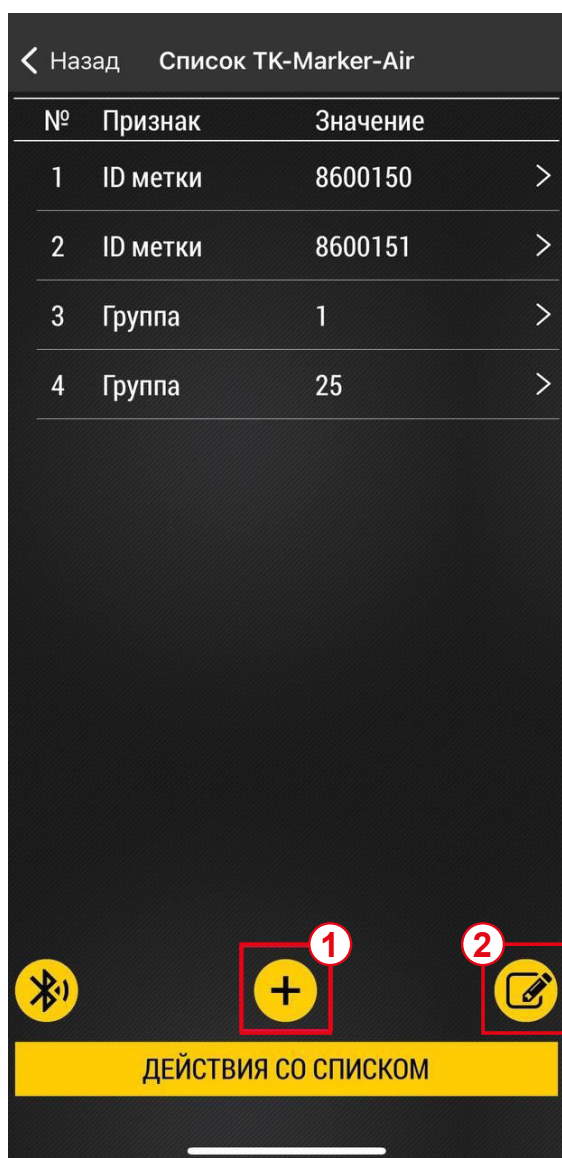
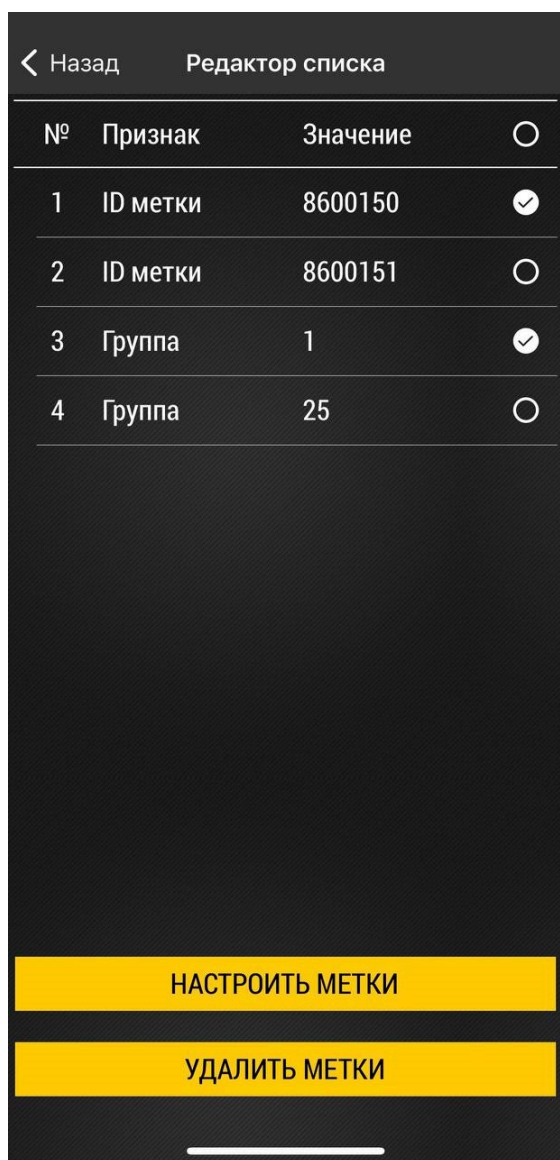

Рис.24. Список меток TK-Marker-Air.
Рис.26. Редактор списка.
- Если выбран вариант работы **«Из списка»**, необходимо будет создать список меток, нажав на строку **«Список TK-Marker-Air»**. Механизм добавления меток в список аналогичен добавлению TKLS-Air и TKAM-Air – это выбор из меток, обнаруженных в зоне видимости приемника или добавление вручную с указанием серийного номера метки. В список меток можно также вручную добавить группу меток, для этого нажмите на кнопку на **Рис.24, п. 1**. Во всплывающем окне введите номер группы, оставив пустым поле для ввода серийного номера метки. Допустимый диапазон групп меток от 1 до 25. Также можно загрузить список меток из файла .csv, нажав **«Действие со списком»** | **«Загрузить из внешнего файла»** если список был получен извне и сохранен в памяти телефона. Или нажать **«Действие со списком»** | **«Загрузить из памяти приложения»** если список создавался в приложении USP Tool на этом мобильном устройстве.
- Вы можете отредактировать список нажав на кнопку на **Рис.24, п. 2**. Кнопка редактирования списка предназначена для выбора меток или групп и последующей установки для них одинаковых настроек. Также можно удалить все выбранные метки и группы из списка (**Рис.26**).